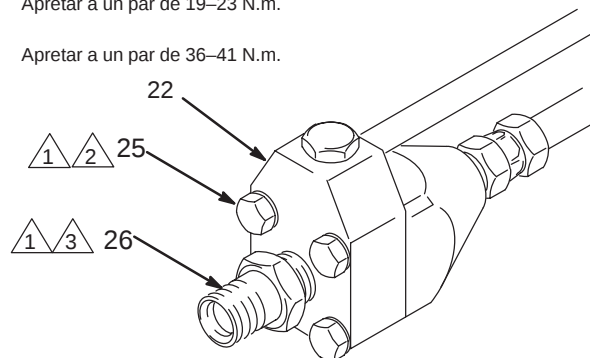

Fig. 5
10. **Después de las primeras 3 ó 5 horas de operación** apriete los cuatro tornillos (25) que se encuentran en la parte inferior de la bomba de pintura (22) a un par de 19–23 N.m. Vea la Fig. 5.
11. **Apriete también** la válvula de entrada (26) a un par de 36–41 N.m.